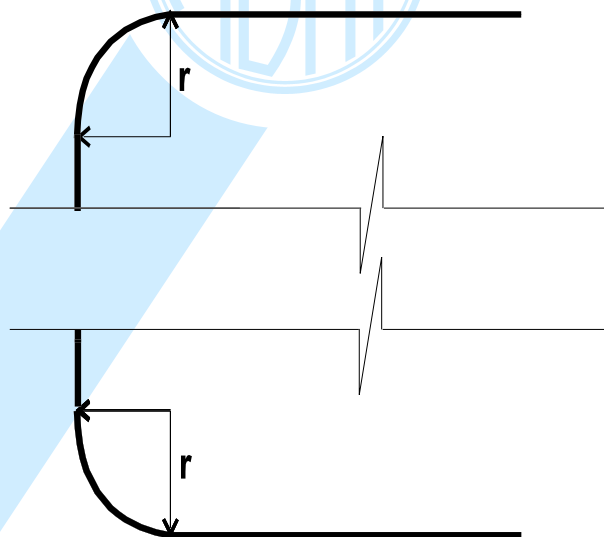

Figura 3 - Raio da borda de contato com o usuário
5.1.2.1.9 raio da borda de contato com o usuário - r: Raio que define a concordância entre as superfícies superior e inferior do tampo com a borda de contato com o usuário (ver figura 3 e tabela 6).
5.1.3.2.5 O raio da borda de contato com o usuário varia de acordo com o valor da tabela 6 (ver figura 3).